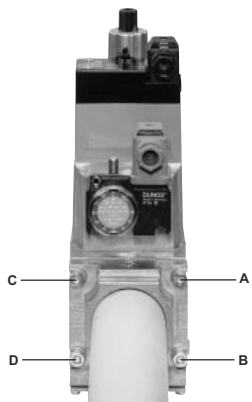
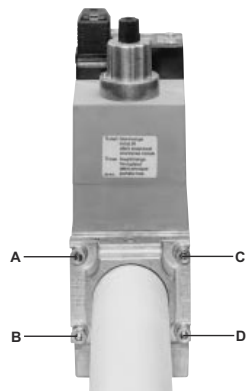

Рис. 2
Рис. 3
1. Расслабить винты А и В, но **не снимать** их (Рис. 2 и Рис. 3)
2. Отвинтить винты С и D (Рис. 2 и Рис. 3)